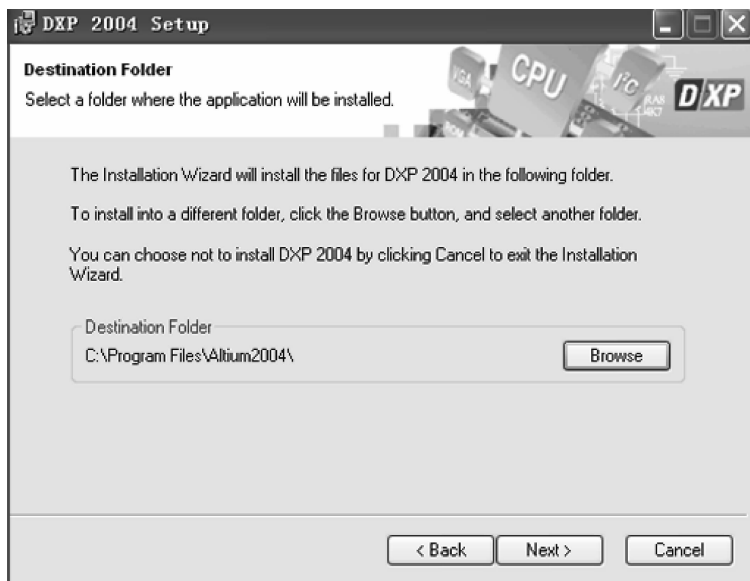

图 1-4 【安装路径】对话框
(4) 步骤四 单击【Next】按钮,弹出【安装路径】对话框,如果想改变路径,可以单击【Browse】按钮,选择自己想要安装的路径,如图 1-4 所示。